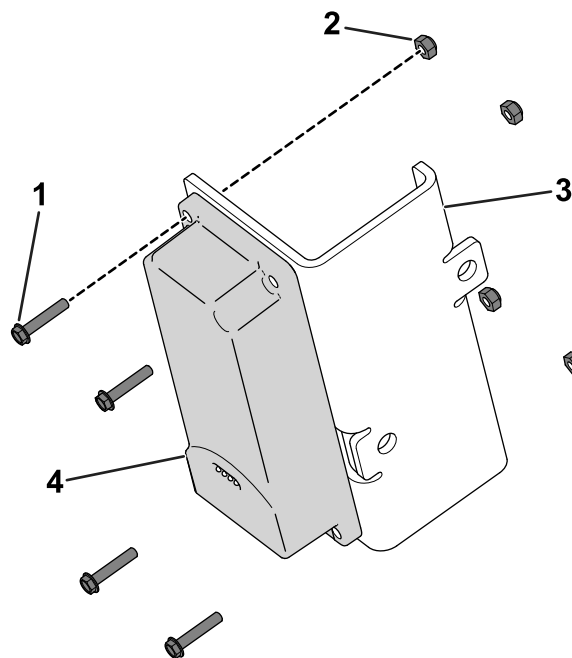

Figure 7
1. Avec 4 boulons à tête hexagonale (n° 10 x 1 po) et 4 contre-écrous n° 10), fixez le dispositif télématique sur son support (Figure 7).